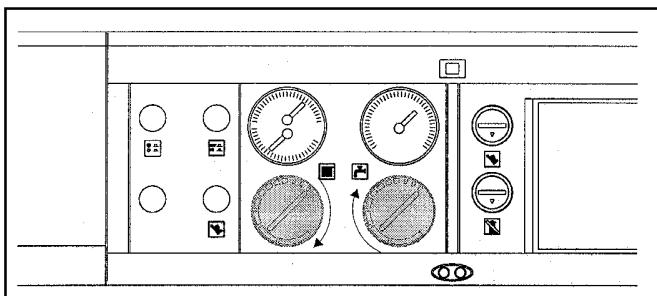

Рис. 4.8
- при изменении настройки управляющего терmostата (рис. 4.8);